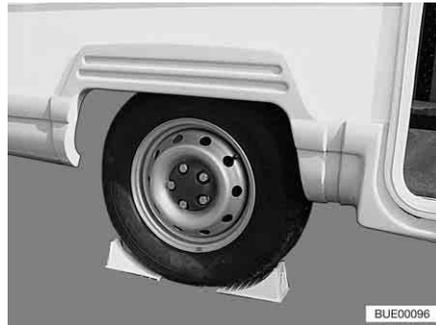

Fig. 279 Asegurar el vehículo
- Colocar las cuñas de calzo u objetos similares adecuados debajo de la rueda opuesta para asegurar el vehículo (Fig. 279).